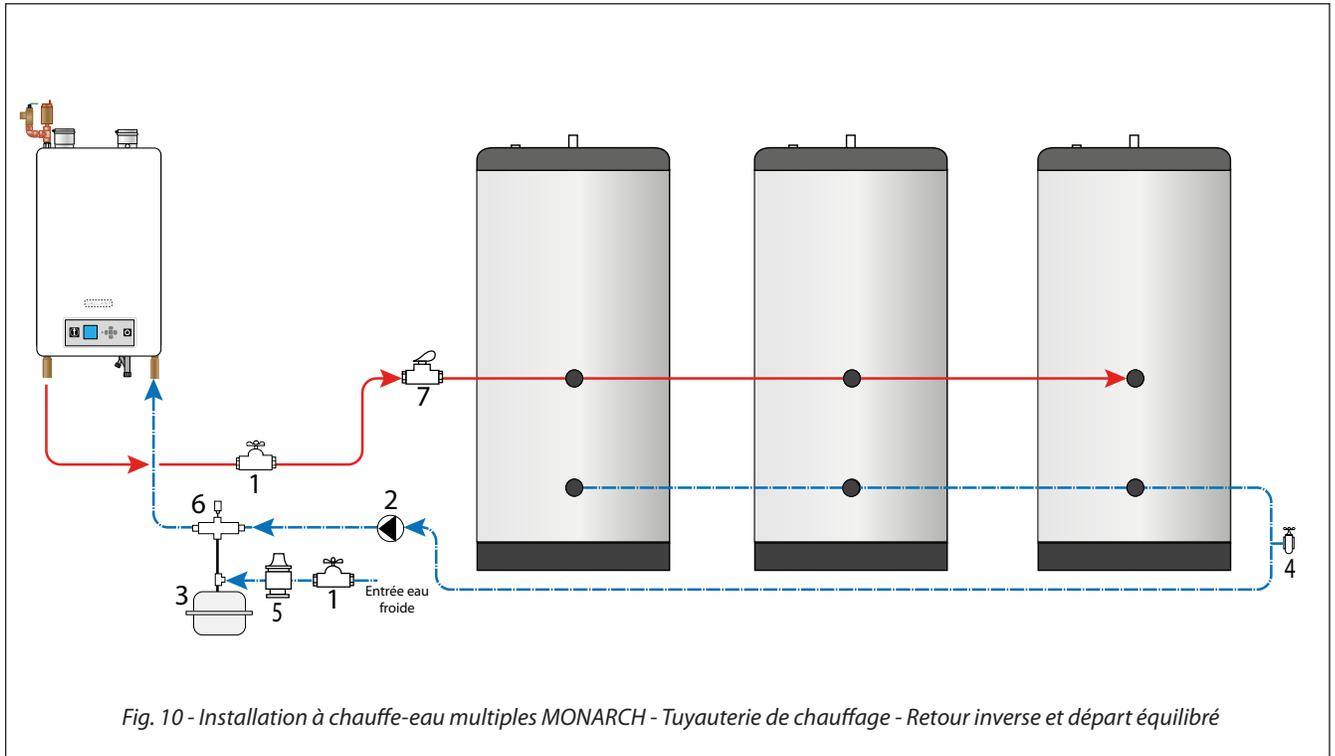
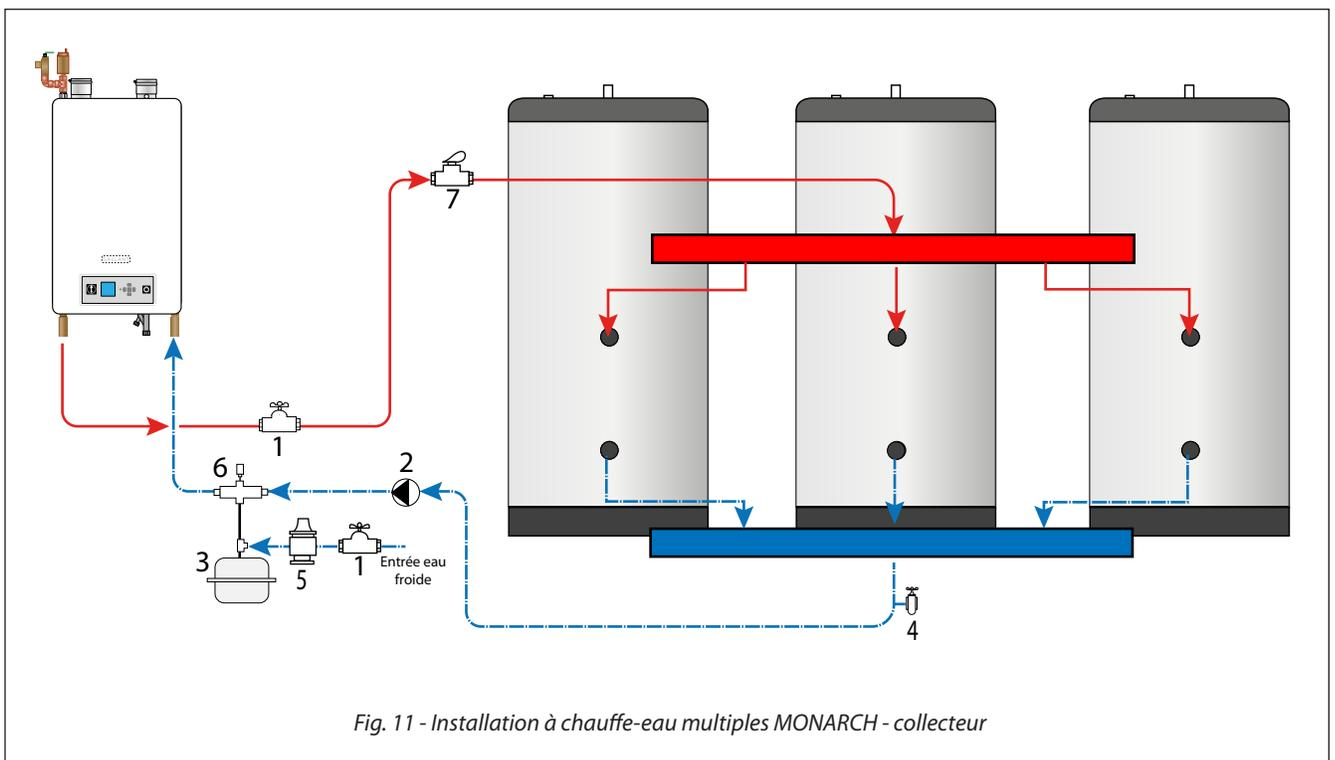

Fig. 10 - Installation à chauffe-eau multiples MONARCH - Tuyauterie de chauffage - Retour inverse et départ équilibré
Fig. 11 - Installation à chauffe-eau multiples MONARCH - collecteur
- Pour la tuyauterie de plusieurs chauffe-eau avec circuit de chauffage, se référer aux «*Fig. 4*» à la *page 9* et «*Fig. 5*» à la *page 9*, et «*Fig. 10*» à la *page 13* et «*Fig. 11*» à la *page 13*.